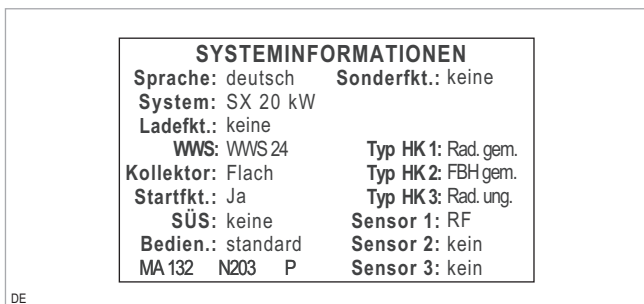

Abb. 1: Das Menü System Informationen
1. Im Menü „**SYSTEM INFORMATIONEN**“ (siehe → Abb. 1, S. 2) die Einstellparameter in das → *Initialisierungs-Protokoll der Bedienungsanleitung für den Installateur (H36/L35/L36/P31/P33)* eintragen.
Es werden alle initialisierten Anlagenkomponenten aufgelistet (siehe → Abb. 1, S. 2).